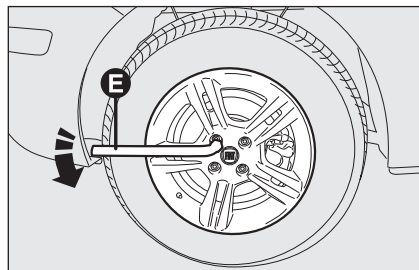

fig. 3
- afloje una vuelta las tuercas de fijación, utilizando la llave en dotación **E-fig. 3**; para coches con llantas en aleación, mueva el coche para facilitar la separación de la llanta del cubo de la rueda;